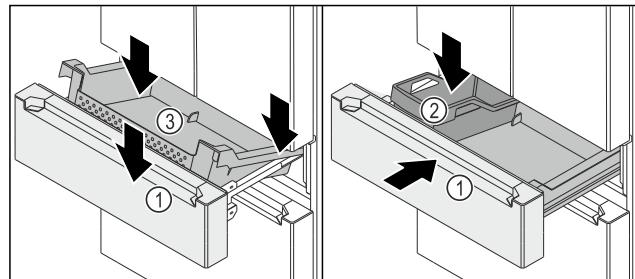

Fig. 150
- 拉出式滑架 Fig. 150 (1) 已拔出。
- ▶ 将后方容器 Fig. 150 (3) 放到左右侧轨道上。
- ▶ 降低前方容器 Fig. 150 (3)，使容器 Fig. 150 (3) 包围左右侧轨道。
- ▶ 插入 FlexBox Fig. 150 (2)。
- ▶ 推入拉出式滑架 Fig. 150 (1)。